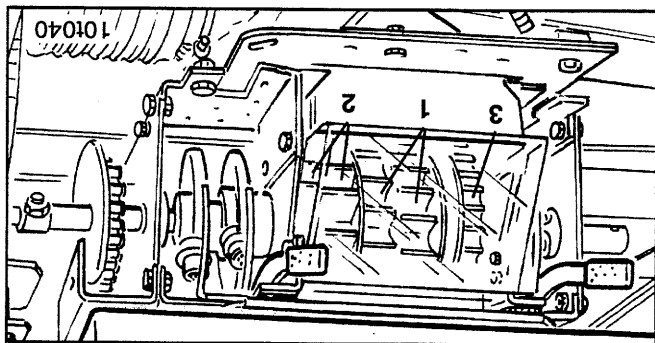

Fig. 15.1
- une roue distributrice principale blanche (fig. 15.1/1)
- une roue distributrice principale orange (fig. 15.1/2)
- une roue distributrice fines graines rouge (fig. 15.1/3).